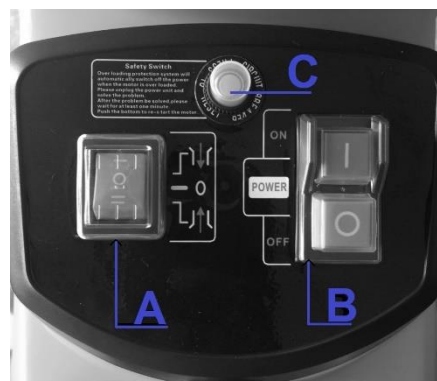

Fig. 5
4.4- Mise en Marche et Arrêt (Fig. 5)
4.5- Protection contre les surcharges (Fig. 5)